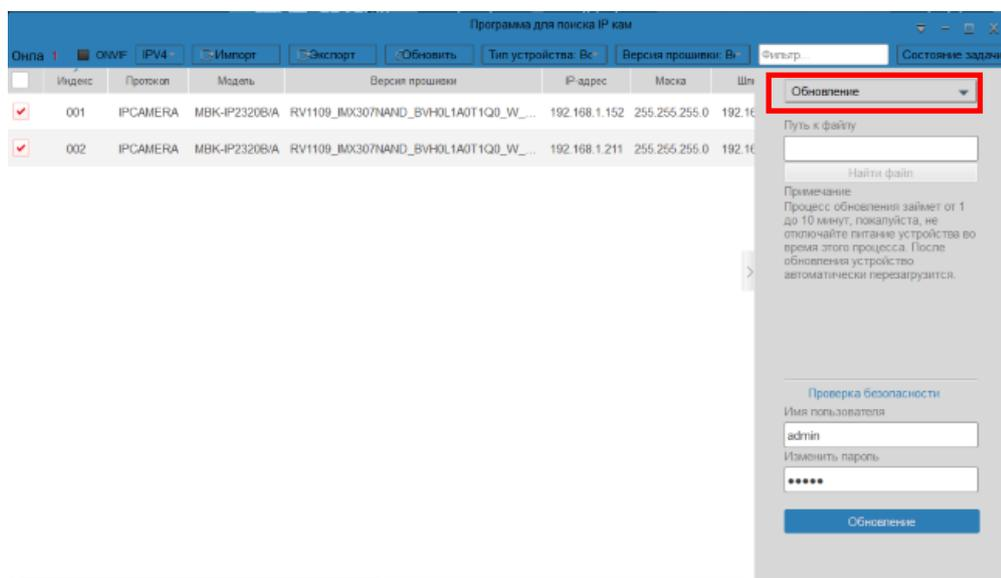

Рисунок 9
2.18. Нажать на строку «Обновление» (рисунок 9). В появившемся списке нажать на строку «Сетевые настройки».